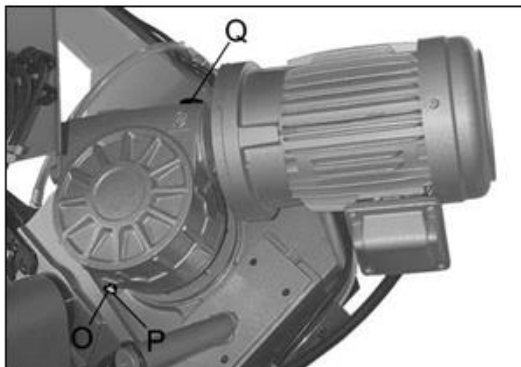

Рис.15
Отсоедините винт с внутренним шестигранником (P, рис.15), чтобы открыть сливную пробку (O) и слить масло.